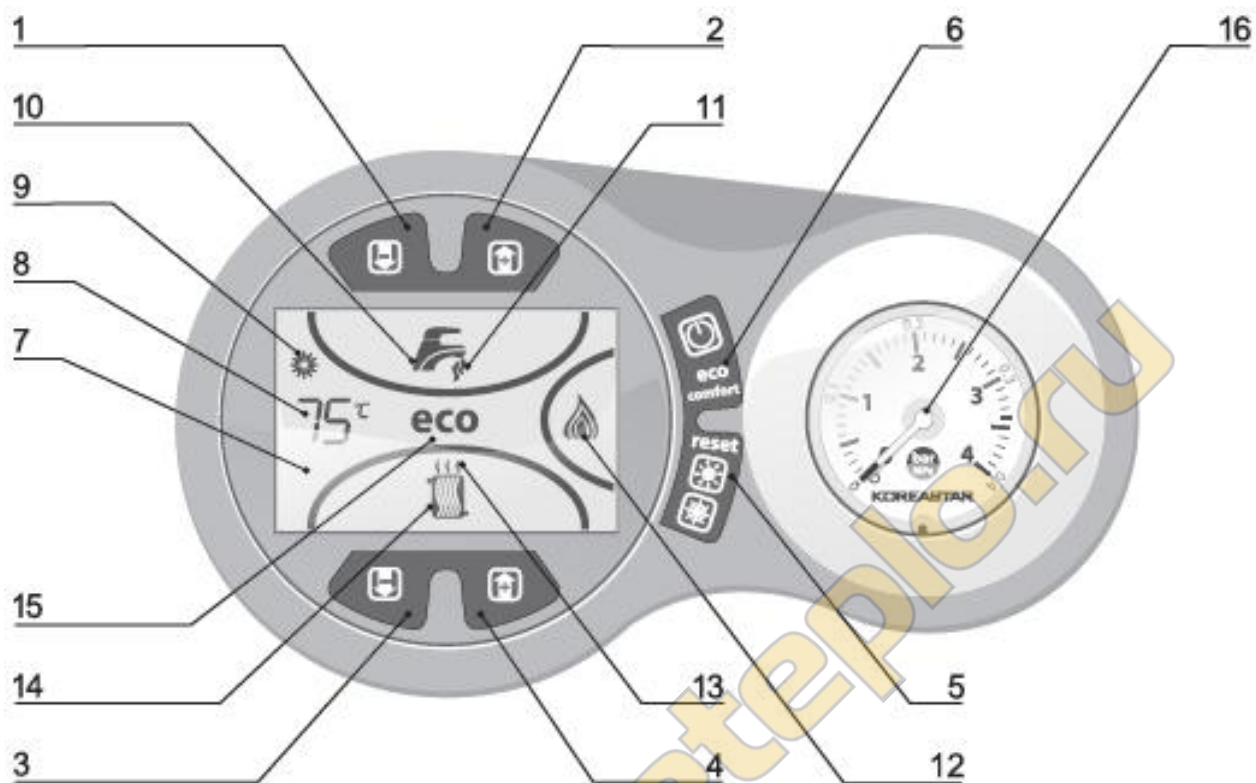

Рис. 2 Общий вид панели управления
- Нажмите кнопку включения (см. рис. 2 поз. 6) и удерживайте ее, пока котел не включится;
Если на дисплее возникает код ошибки (см. разд. 5.3), нажмите кнопку RESET («Сброс») (см. рис. 2 поз. 5) или устраните причины, вызывающие возникновение ошибки. В следующие 30 секунд система повторит цикл розжига.
- Нажмите и удерживайте в течение 5 секунд кнопку выключения котла  (см. рис. 2 поз. 6);
С помощью кнопок регулировки температуры ОВ (см. рис. 2 поз. 3 и 4) можно изменить температуру с минимальной 30 °С до максимальной 85 °С. Не рекомендуется настраивать котёл на работу при температуре ниже 45 °С.
С помощью кнопок регулировки температуры ГВС (см. рис. 2 поз. 1 и 2) можно изменить температуру с минимальной 35 °С до максимальной 55 °С.
С помощью кнопки выбора режимов Лето/Зима (см. рис. 2 поз. 5) включите или выключите соответствующий режим.
На дисплее появится или отключится символ индикации летнего режима (см. рис. 2 поз. 9).
В режиме «COMFORT» котёл постоянно поддерживает установленную пользователем температуру горячей хозяйственной воды, позволяя тем самым сократить время ожидания после открытия крана водозабора до минимума. Данное устройство может быть отключено пользователем нажатием на кнопку ECO/COMFORT (см. рис. 2 поз. 6).
Для включения режима «COMFORT» нажмите кнопку ECO/COMFORT (см. рис. 2 поз. 6) при этом на дисплее погаснет символ «ECO» (см. рис. 2 поз. 15).
Давление в системе ОВ контролируется по показаниям манометра, расположенного на передней панели котла (см. рис. 2 поз. 16).
Некоторые ошибки маркированы символом **A**, вызывают выключение котла. В этом случае пользователь должен вручную перезагрузить котел, нажав кнопку «RESET» (Сброс) (см. рис. 2 поз. 5).
Неисправен или некорректно работает электрод розжига-ионизации	<ul style="list-style-type: none"> – Нажмите кнопку «RESET» (Сброс) (см. рис. 2 поз. 5). – Если ошибка повторяется, то обратитесь в сервисный центр.
Неисправен газовый клапан	<ul style="list-style-type: none"> – Нажмите кнопку «RESET» (Сброс) (см. рис. 2 поз. 5). – Если ошибка повторяется, то обратитесь в сервисный центр.
Сбой в работе или неисправность платы управления	<ul style="list-style-type: none"> – Нажмите кнопку «RESET» (Сброс) (см. рис. 2 поз. 5). – Если ошибка повторяется, то обратитесь в сервисный центр.